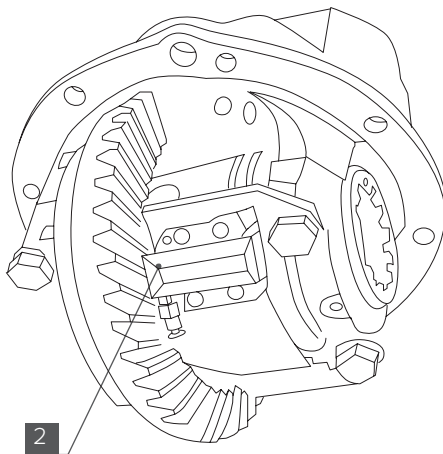

Рис. 4
7. Установите пневматический привод в сборе [2] с пластиной крепления актуатора [6] под болты крепления бугеля согласно (Рис. 4).